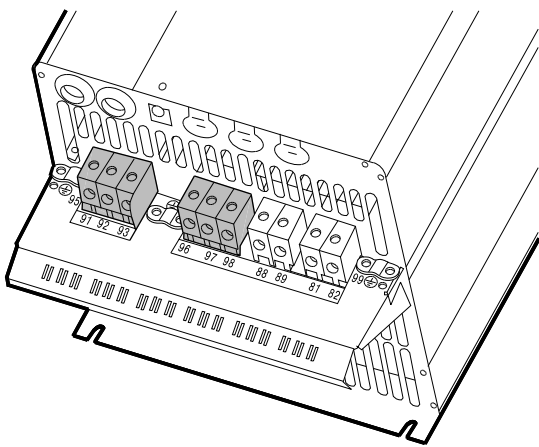

Fig. 19 Branchements secteur et moteur, C3
1. Brancher le conducteur de mise à terre à la borne 95 (PE). Voir fig. 19 et 20.
1. Brancher le conducteur de mise à terre à la borne 99 (PE). Voir fig. 19 et 20.
2. Brancher les conducteurs moteur aux bornes 96 (U), 97 (V), 98 (W).